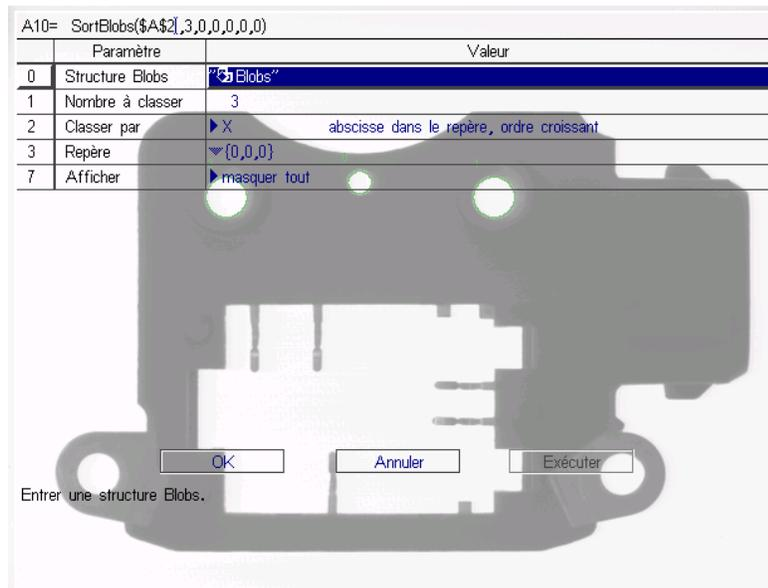

Figure 8-7. Feuille de propriétés SortBlobs
5. Sélectionnez la cellule de structure Blobs contenant la fonction **ExtractBlobs** (voir Figure 8-7. Feuille de propriétés SortBlobs).